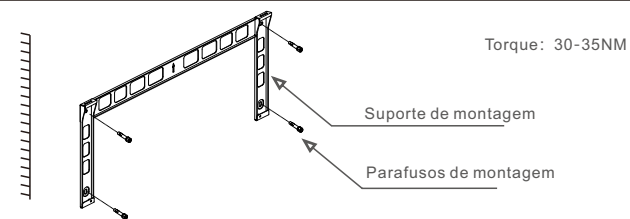
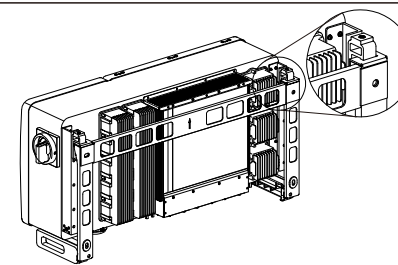

Figura 3.6 Montagem na parede do inversor
Figura 3.7 Instale o inversor
Consulte a figura 3.6 e a figura 3.7. O inversor deve ser montado verticalmente.
1. Consulte a Figura 3.6, faça orifícios para parafusos de montagem com base no diâmetro do orifício do suporte usando uma broca de precisão, mantendo a broca perpendicular à parede.
2. Certifique-se de que o suporte esteja horizontal. E se os orifícios de montagem (na Figura 3.6) estão marcados corretamente. Faça os furos na parede em suas marcas.